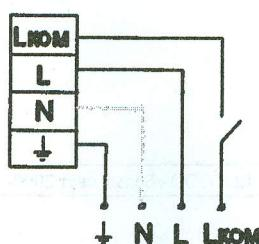

Рис.1
3.2 Сетевой кабель пропускается через сальник и присоединяется к клеммной колодке: N – нейтраль, L - постоянная некоммутируемая фаза, Lком - коммутируемая фаза (после выключателя). Провод заземления должен быть присоединен к соответствующей клемме колодки см. рис.1.